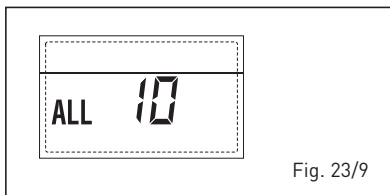

Fig. 23/9
– INTERVENCIÓN SONDA HUMOS “ALL 13” (fig. 23/10)